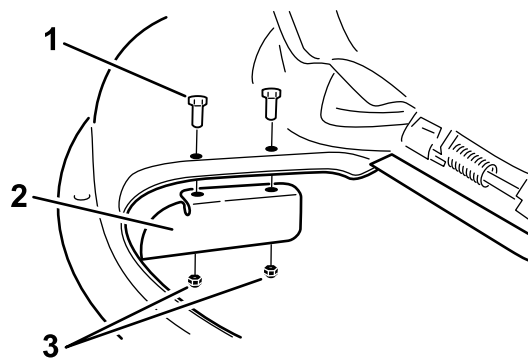

Figure 33
9. Posez le déflecteur d'ouverture sur le plateau de coupe avec 2 boulons (5/16 x 3/4 pouce) et 2 contre-écrous (5/16 pouce) Figure 33.